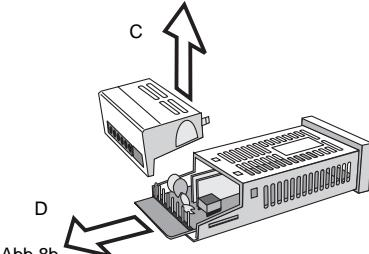

Abb.8b
- 3) Die Abdeckung der Klemmen herausnehmen (siehe Abb. 8b [C]).
- 4) Das Instrument vollständig aus dem Gehäuse nehmen (siehe Abb. 8b [D]).